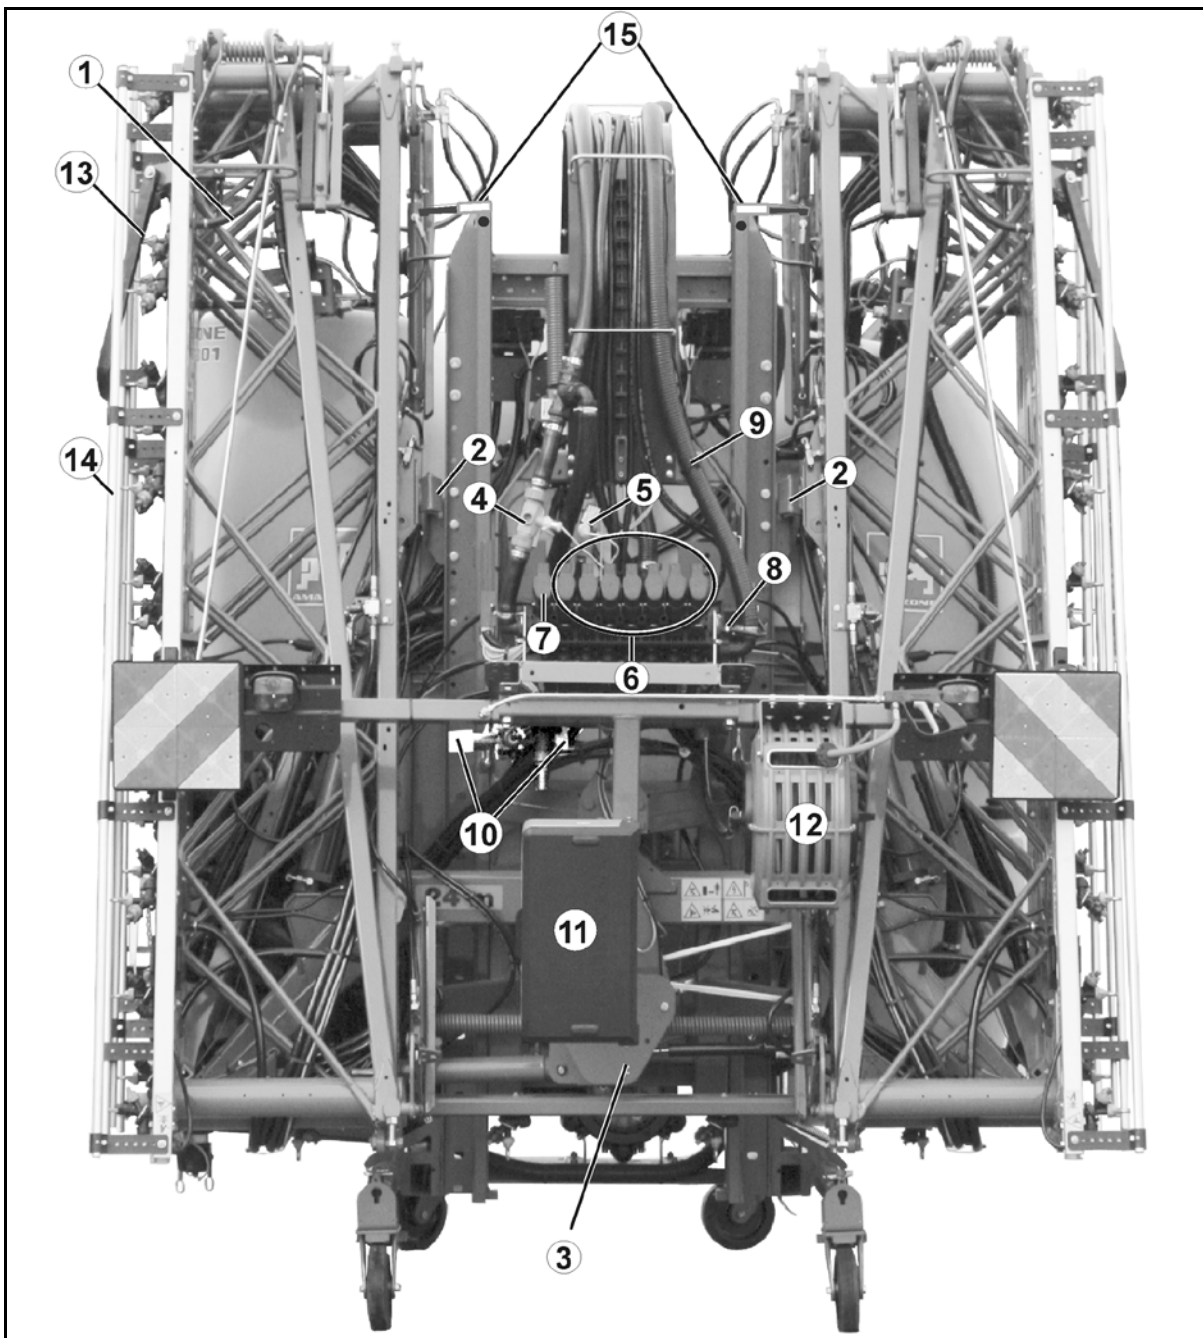

Fig. 80
4. Pass på at transportlåsen går i lås etter sammenfoldingen (Fig. 80).